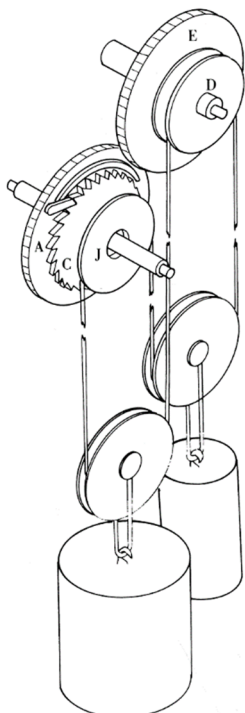

Abb. 982 Gewichts-antrieb nach Huygens
2. Eine veränderte Form des ersten Aufzugs benutzt eine endlose Schnur oder Kette mit einer zweiten Seilrolle im Werk und Umlenkrollen in den Gewichten (s. Abb. 982 Gewichts-antrieb nach Huygens). Diese Art des Aufzugs wurde von Huygens erfunden und trägt seinen Namen. Die Seilrolle [D] für das Gehwerk ist fest mit dem Antriebsrad [E] verbunden (also ohne Gesperr). Für das Gesperr [A] wird eine zweite Seil-